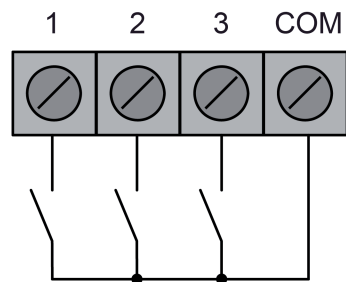

Bild 3: Anschluss potenzialfreier Kontakte an die Nebenstelleneingänge
- (3) Steckachse für Drehrad mit Drucktaste (Inkrementalgeber)
- (4) Anschlussklemmen für Nebenstelleneingänge
- (5) KNX-Busanschluss
- (6) Gerät mit Tragplatte
- (7) Design-Rahmen (Zubehör)
- (9) Design-Einstellknopf (Zubehör)
- KNX-Busleitung mit Anschlussklemme an Busanschluss (5) anschließen.
- Optional potentialfreie Kontakte an die Nebenstelleneingänge (4) anschließen (Bild 3).